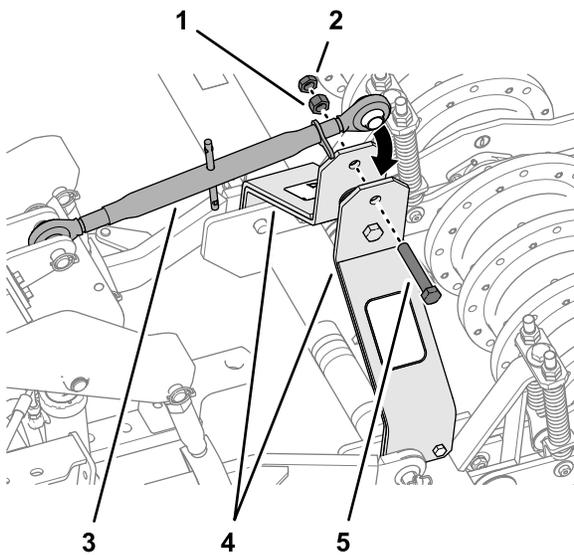

図 18
6. 3点リンクのもう一方の端部をエアレータの昇降アームに取り付ける図 18ボルト $\frac{3}{4}$ x 4"、ナット $\frac{3}{4}$ "、ジャムナット $\frac{3}{4}$ "を使用する。